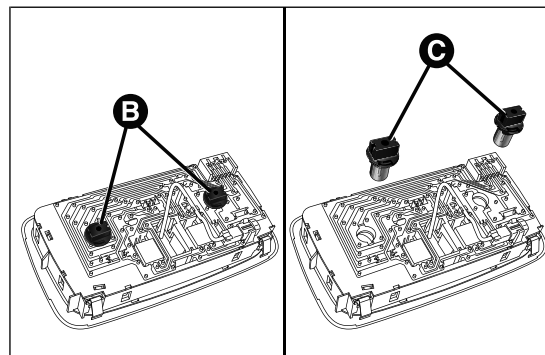

fig. 183
- ☐ aflojar los alojamientos B fig. 183 de las lámparas y extraerlas soltándolas hacia fuera y, a continuación, sustituir las lámparas C;